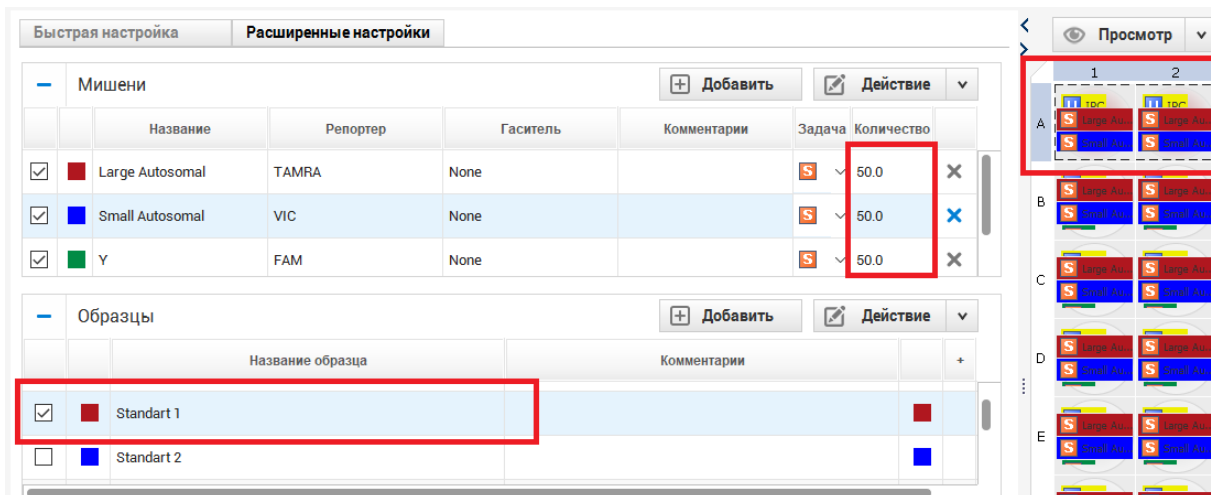

Рисунок 55
15. Выбрать повторы калибровочных образцов **St1**, задать в графе «**Количество**» концентрацию **50** и присвоить в графе «**Название образца**» название **Standard 1** (рисунок 55).